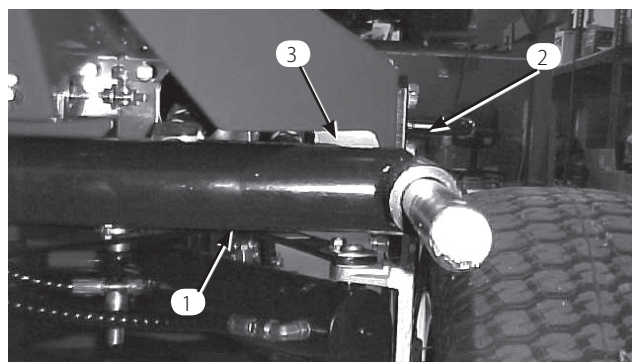
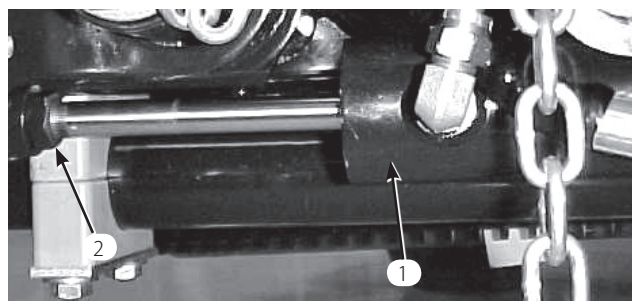
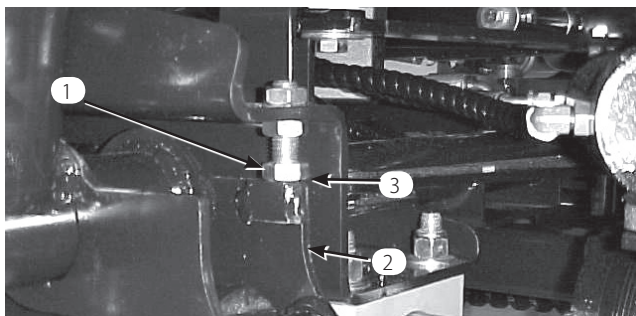

図 20
図 21
図 22
1. エンジンを開始し、昇降アームを上昇させ、各昇降アームとフロア・プレート・ブラケットの間のすきまが 46 ~ 81 cm であることを確認する (図20)。このすきまが所定範囲にない場合は、ストップ・ボルト (図22) を戻し、シリンダを調整してすきまを作る。シリンダの調整は、シリンダについているジャム・ナットを戻し (図21)、ロッドの端部からピンを抜いてクレビスを回転させて行う。調整が終わったらピンを取り付けて隙間の大きさを確認し、必要に応じ、上記の調整手順を繰り返す。クレビスのジャム・ナットを締める。
2. 各昇降アームとストップボルトとのすきまが 005"–040" の間にあるかどうか点検する (図22)。この範囲になればストップボルトを調整する。